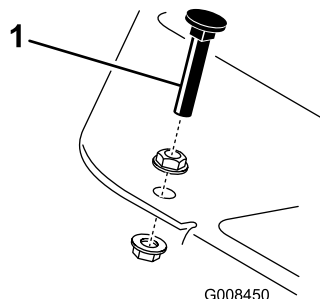

図 44
走行ペダルを踏み込んでみてください。ケーブルに張力が掛かる前にペダルがストップ 図 44 に当たる場合には調整が必要です。
1. ペダルストップをフロアプレートに固定しているフランジヘッドロックナットをゆるめる 図 44。